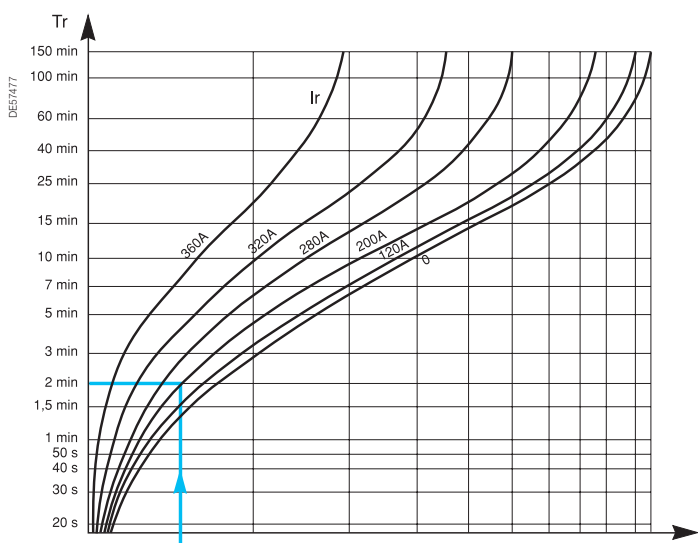

Рис. 1
- время охлаждения T_r ;можно определить четвертый параметр при помощи **графика 2** (рис. 1 и 2).